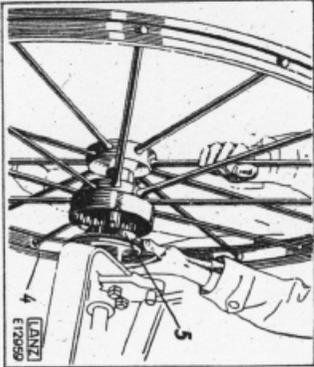

Bild 4. Fahrrad
- b) Fahrradse und Klinken gut einfeilen und die Fahrräder „4“ (Bild 4) auf Fahrradse aufschieben, bis die Klinken „5“ in der Innenverzahnung einschnappen. Dabei müssen die Klinken „5“, die durch Federdruck hochgehalten werden, unter die Innenverzahnung gedrückt werden.